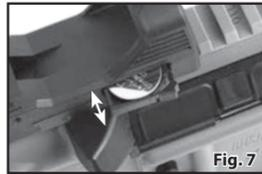

Fig. 7
3. Inserte la bandeja de nuevo en la mira Red Dot (Fig. 7).